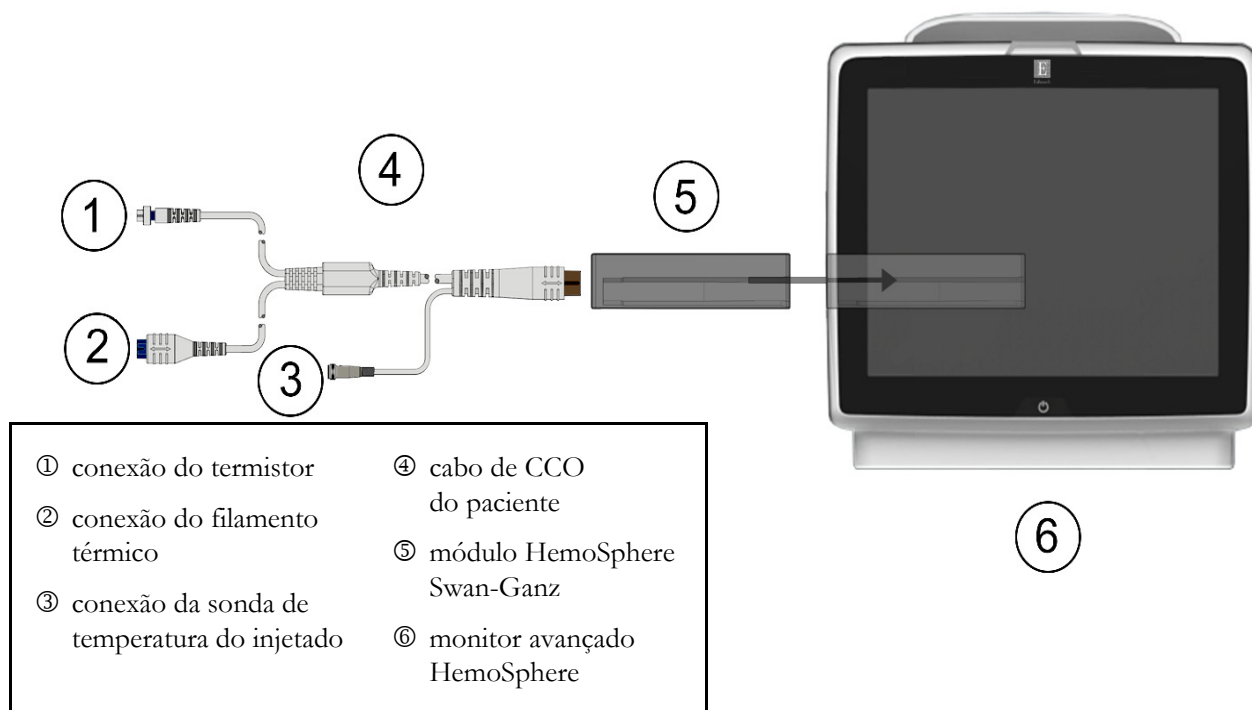

Figura 4-1 Visão geral da conexão de monitoramento do módulo HemoSphere Swan-Ganz
Consulte a figura 4-1 para obter informações sobre as conexões de monitoramento do módulo HemoSphere Swan-Ganz.
11 Prenda as conexões do termistor ① e do filamento térmico ② do cateter de CCO Swan-Ganz (figura 4-1) no cabo de CCO do paciente.
11 Prenda a conexão do termistor do cateter Swan-Ganz (①, figura 4-1) no cabo de CCO do paciente.
11 Prenda as conexões do termistor ① e do filamento térmico ② do cateter volumétrico Swan-Ganz (figura 4-1) no cabo de CCO do paciente.